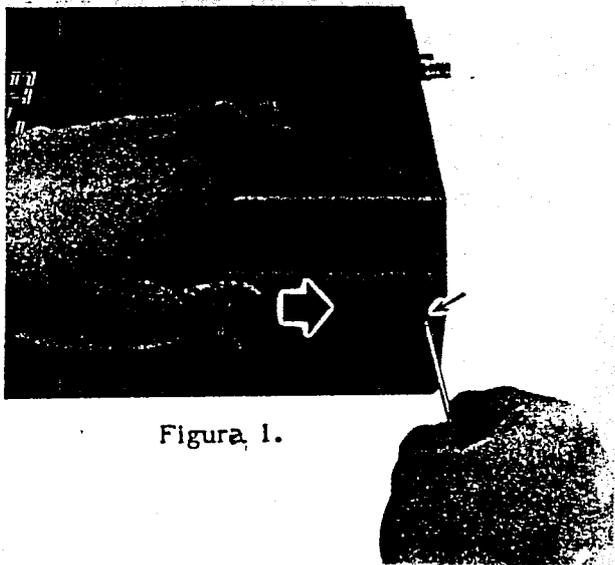

Figura 1.
- (1) Spegnete l'apparato e scollegate tutti i cavi dal pannello posteriore.
- (2) Con riferimento alla figura 1, alla pagina seguente, usate uno strumento appuntito (come un piccolo cacciavite) per premere il perno di blocco nel profilato sul fianco dell'apparato (vicino al fondo), mentre fate scorrere il profilato verso il fondo con l'altra mano. Fatelo su ciascun lato, per smontare i due profilati.